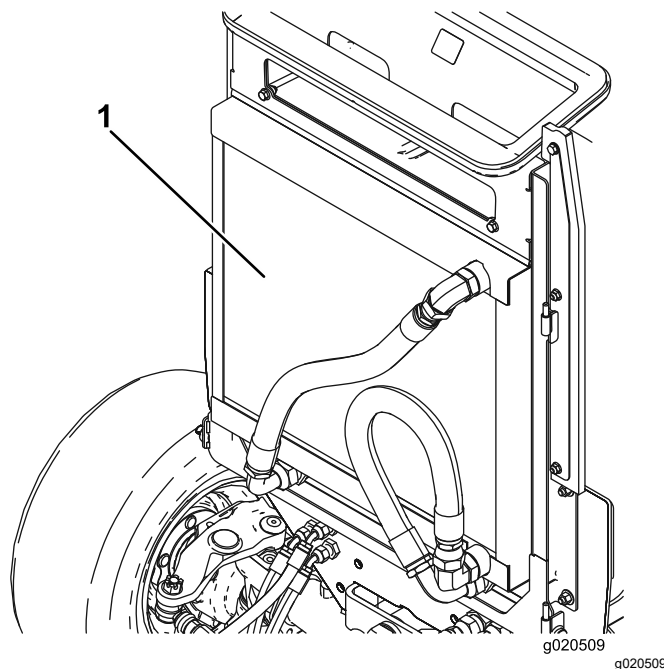

Figura 76
4. Limpe ambos os lados do radiador/refrigerador (Figura 76) com ar comprimido. Comece a partir da parte frontal e sopre os detritos para fora na direção da parte posterior. Depois, limpe a partir da parte posterior e sopre na direção da parte frontal. Repita o procedimento várias vezes até remover toda a sujidade e detritos.